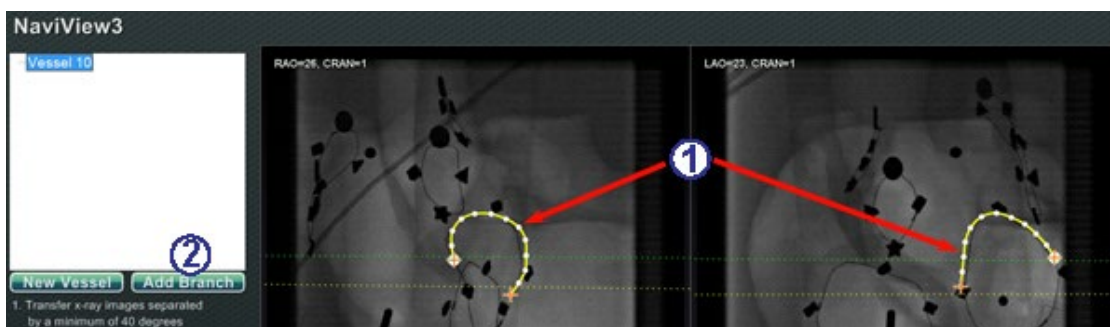

Figure 129. Ajout de branches : commencer avec les troncs correspondants
Étape 1 (Figure 129)
- ① Pour ajouter des branches, il faut commencer par une paire de troncs complémentaires.
- ② Cliquez sur **Add Branch** (Ajouter une branche).